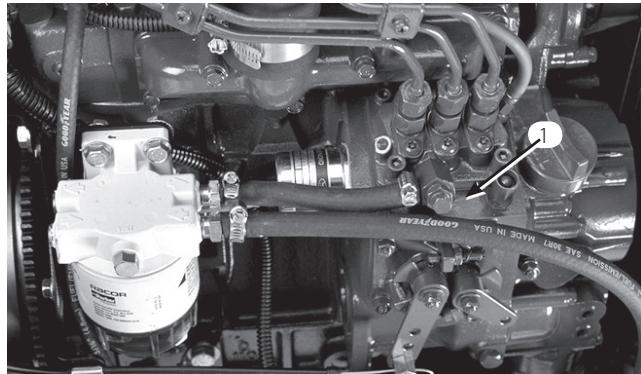

図 35
- 燃料噴射ポンプについているエア抜きネジ（図35）をゆるめる。